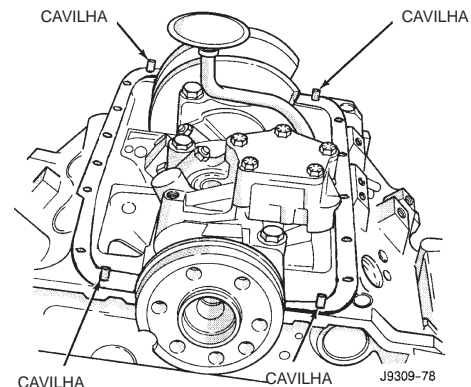

Fig. 49 Posição das Cavilhas no Bloco de Cilindros
- (2) Instale as cavilhas no bloco de cilindros (Fig. 49).
- (3) Aplique uma pequena quantidade de Mopar® Silicone Rubber Adhesive Sealant, ou equivalente, no canto da tampa e no bloco de cilindros.
- (4) Deslize a gaxeta de uma só peça sobre as cavilhas e no bloco.
- (5) Posicione o cárter de óleo sobre as cavilhas e na gaxeta.
- (6) Instale os parafusos do cárter de óleo. Aperte os parafusos com um torque de 24 N·m (215 pés-lb.).
- (7) Remova as cavilhas. Instale os parafusos restantes do cárter de óleo. Aperte esses parafusos com um torque de 24 N·m (215 pol.-lb.).
- (8) Instale o bujão de drenagem. Aperte os parafusos com um torque de 34 N·m (25 pés-lb.).
- (9) Instale a tampa de inspeção da transmissão.
- (10) Instale os suportes de montagem do motor e isoladores.
- (11) Instale o eixo de acionamento dianteiro. Consulte "DIFERENCIAL" e "LINHA DE TRANSMISSÃO".
- (12) Abaixar o veículo.